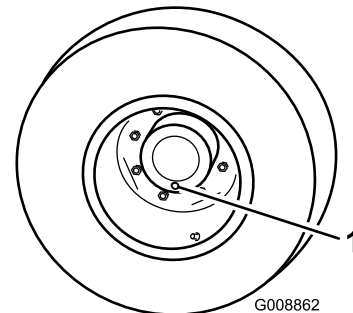

Figura 73
1. Con la máquina en una superficie nivelada, coloque una rueda de manera que uno de los tapones de verificación esté en la posición más baja (posición de las 6) (Figura 73).